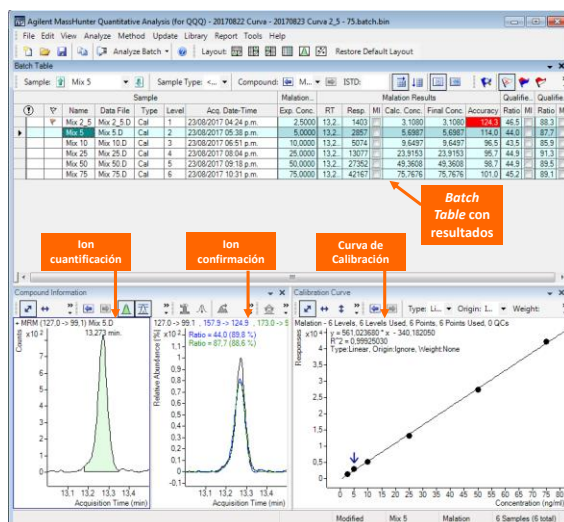

Figura 69. Correcciones y verificación de resultados.
8.10.8. El software analizará el lote y retornará a la interface del panel de navegación del **Batch Table**, en donde calculará la ecuación de la curva de calibración y la concentración de las muestras incluidas en el lote, véase **Figura 69**. Si desea adicionar más muestras para analizar en el lote. Vaya a **File> add simple**. En este caso se debe analizar el lote de nuevo, dar **click** en el ícono **Analyze Batch**. Verificar los resultados de tiempo de retención, relación de área del ion de cuantificación y el ion de confirmación en todos los compuestos, realizar correcciones con integración manual del área del pico cromatógrafo cuando sea necesario, curva de calibración. Guarde el análisis cuantitativo del lote antes de salir, incluso para generar el reporte, vaya **File > Save Batch**.